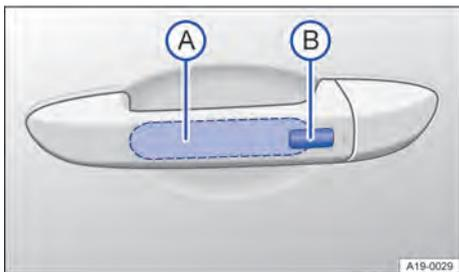

Fig. 59 Na maçaneta da porta: superfícies do sensor.
- Tocar na superfície do sensor → Fig. 59 (A) no lado de dentro da maçaneta da porta.
- Tocar na superfície do sensor → Fig. 59 (B) no lado externo da maçaneta da porta.
- Além disso, dentro de cinco segundos, tocar uma vez o sensor no lado externo da maçaneta da porta → Fig. 59 (B). Assim, não agarrar na maçaneta da porta.
- Manter o dedo por alguns segundos na superfície do sensor → Fig. 59 (B) da maçaneta da porta do